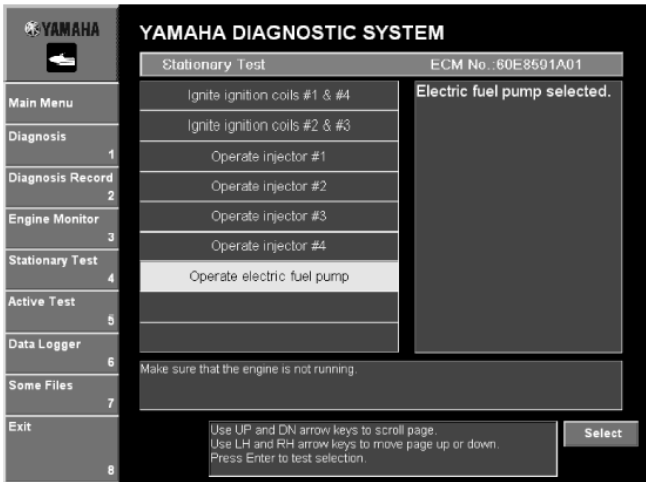

Рис. 79
1. Выбрать тест, который будет выполнен, и затем щелкнуть **Выбор(Select)** или нажать клавишу Enter клавиатуры. (Рис. 79)